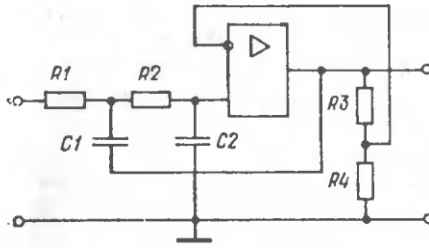

Рис. 1
7. Почему схеме рис. 1 нижний вывод конденсатора C_1 подключен не к земле, а к выходу усилителя? Как это обстоятельство повлияло на АЧХ?